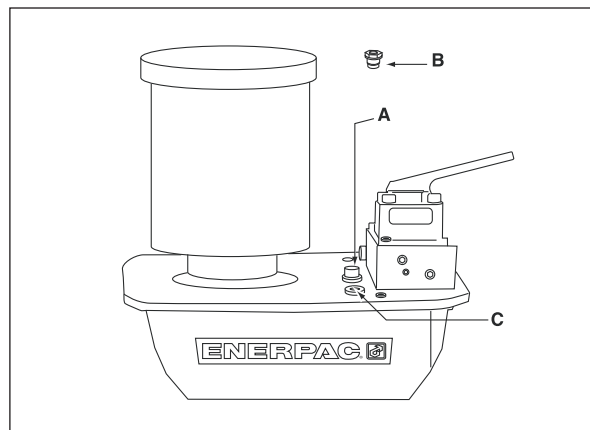
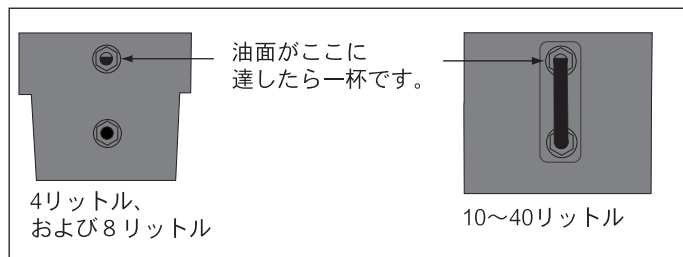

図 2. ZE, ZW ブリーザの設置
図 4
4.1 リザーバブリーザキャップ (図 2 を参照)
始動前にオイル レベルを確認し、必要であればカバー プレートから SAE #10 プラグを外してオイルを追加します (図 2 参照)。オイル レベルがガラス ボルトの覗き穴の一番上に達したら一杯です。(図 4)